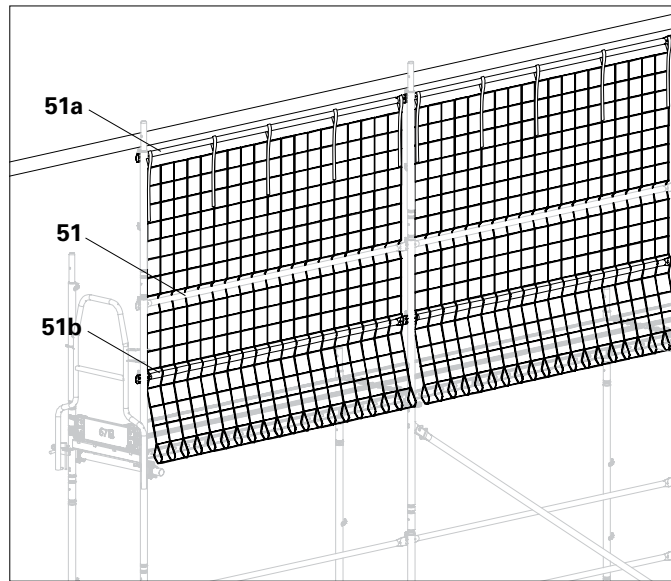

Abb. D2.07
3. Zwischenholm (51b) einbauen. Das Netz muss, vom Gerüst aus gesehen, vor dem Geländerholm (51) und hinter dem Zwischenholm (51b) verlaufen. (Abb. D2.07 + D2.07a)